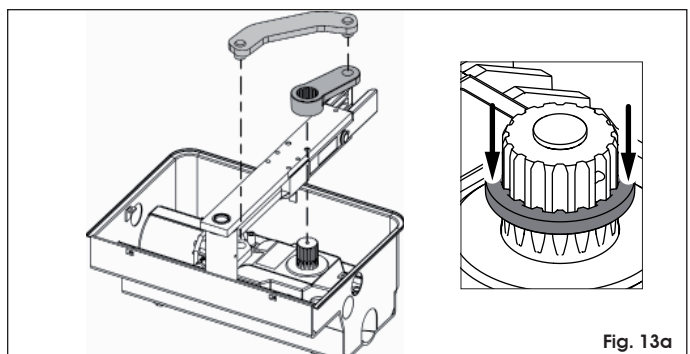

Fig. 13a
2. Antrieb mit den Befestigungsschrauben auf dem tragenden Gehäuse ausrichten und anhand der mitgelieferten Muttern und Scheiben festmachen (Abb. 13a und 13b).
3. Torflügel von Hand schließen und die mitgelieferten Antriebshebel gem. Abb. 13a installieren.